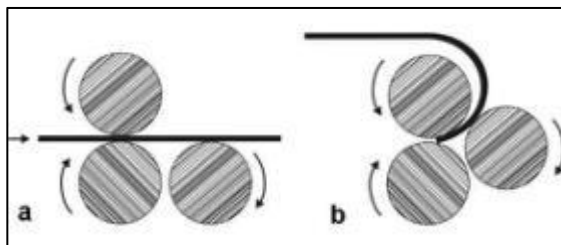

Figura 14
23. Operar la manija; cuando el material llega al punto donde el radio es comenzar (a, Figura 14), detener la máquina y levante el rodillo loco una cantidad igual en cada extremo para lograr la curvatura deseada.
24. Reinicie los rollos y continúe hasta que se doble. Completado (b, Figura 14). Soporte Pieza de trabajo a medida que sale de la máquina.